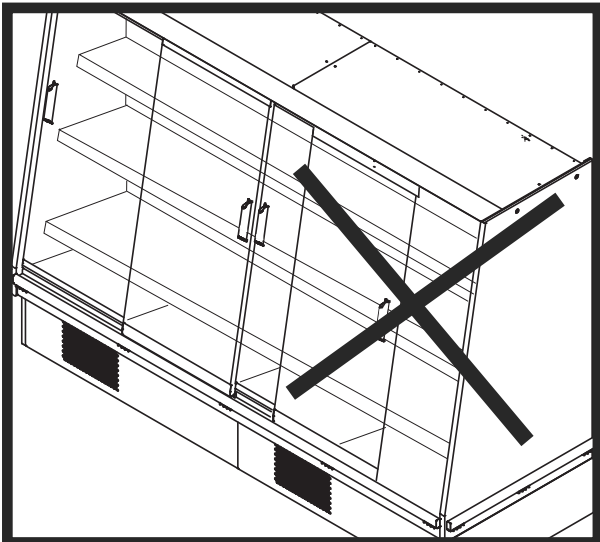

fig. 11
- **Offen nicht die Türen aus Glas (Abb. 11).**